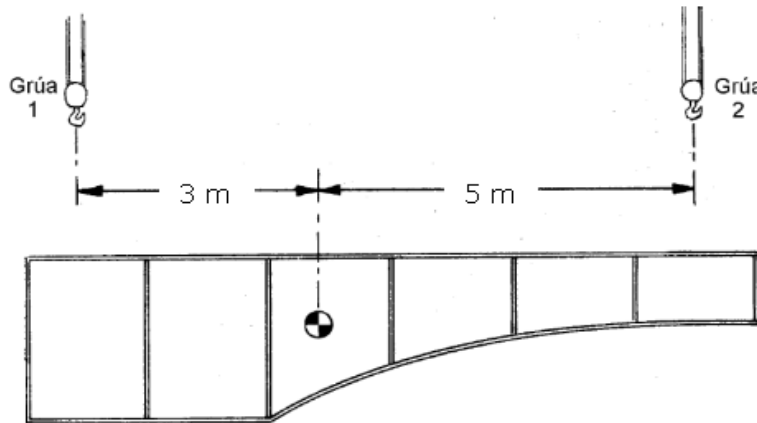

Figura 7
20. En el caso de elevación especial a realizar mediante dos grúas de la carga de 100 toneladas representada en la figura 7, ¿qué carga soporta aproximadamente cada una de las grúas, cuando la carga está perfectamente nivelada?